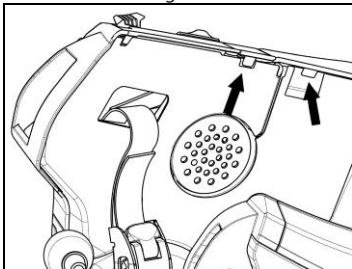

Fig. 17
- Repositionnez le revêtement en plastique de la joue, en le plaçant derrière les deux crochets de retenue (Fig. 17).